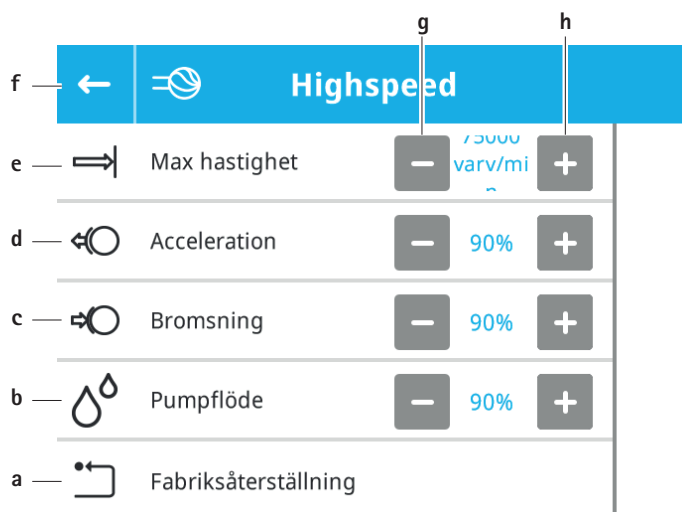

Fig. 11 Motorinställningar – vald typ av användningsdel
- Visa/ändra motorinställningar för en patientansluten del: Tryck på knappen för den patientanslutna delen b. Undermenyn för vald typ av användningsdel öppnas, se Fig. 11.